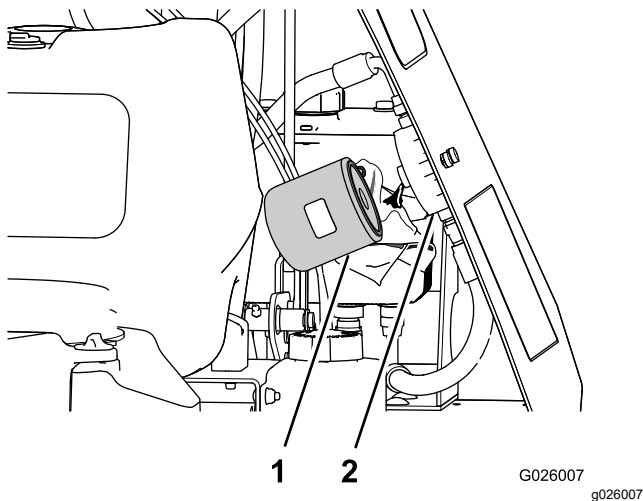

Figure 55
5. Tournez le filtre à huile hydraulique auxiliaire dans le sens horaire et déposez-le de la base de l'adaptateur (Figure 55).
7. Posez le filtre en le tournant dans le sens horaire sur l'adaptateur jusqu'à ce que le joint rejoigne l'adaptateur, puis serrez encore le filtre de 2/3 à 3/4 de tour (Figure 55).